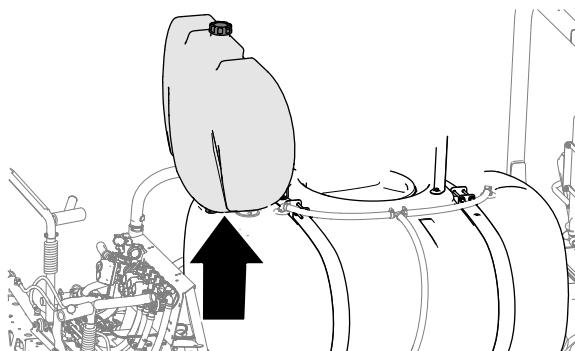

Figura 5
6. Retire el depósito de enjuague de la máquina (**Figura 5**).